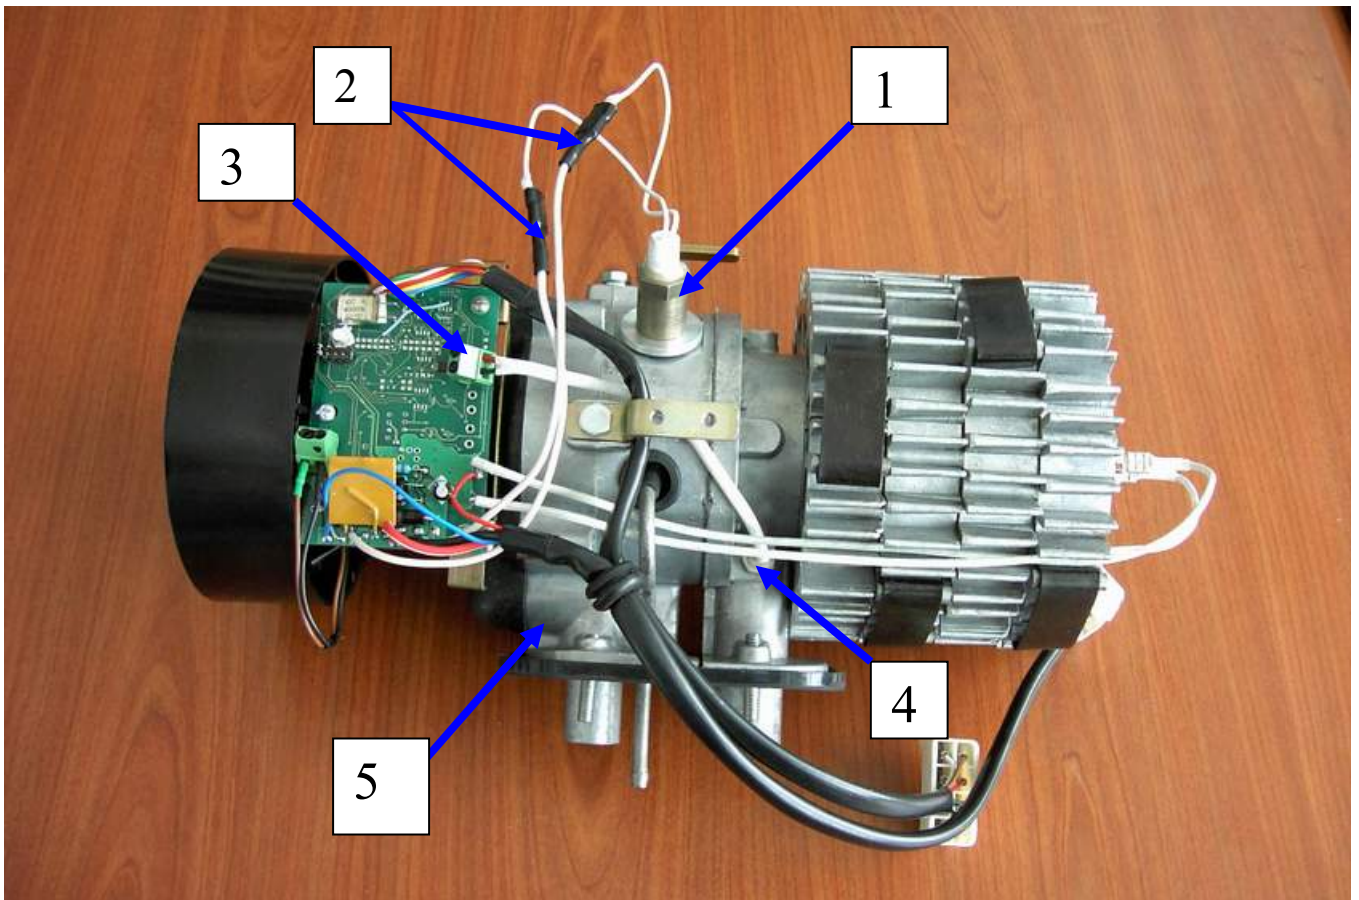

Рис.4- Замена свечи
- разъединить разъемы поз. 2 (см. рис.4);
- отсоединить контакты проводов индикатора от разъема блока управления поз. 3 (см. рис. 4);
- вывернуть индикатор из корпуса камеры сгорания поз.4 (см. рис. 4).
- вывернуть винты крепления нагнетателя воздуха к переходнику и вынуть его из переходника поз. 5 (см. рис. 4);